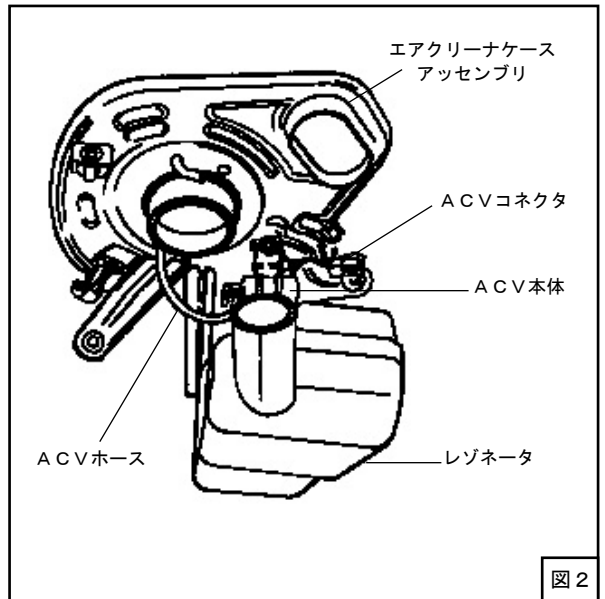

図 2
- (3) アイドルUP用ホース、ACVホースとコネクタを外して、エアクリーナケースアッセンブリをレゾネータと一体で取外してください。（図1、図2）
- (4) エアクリーナケースアッセンブリよりACV本体を取外してください。(ACV本体、ボルトM6再使用)